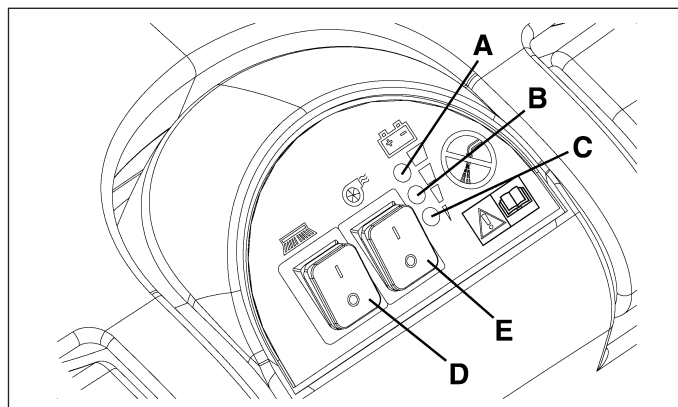

Figure 17
*En cas de surcharge des moteurs des brosses / plateaux support disque, dû à corps étrangers qui empêchent leur mouvement, ou à sols difficiles / brosses dures, un système de sécurité arrête les brosses / plateaux support disque après un minute environ de surcharge continue. La condition de surcharge est indiquée par le clignotement simultané des trois témoins lumineux (A, B, C, Fig. 17). Si la surcharge persiste, les brosses / plateaux support disque s'arrêtent.*
4. Tant que le témoin lumineux vert (A, Fig. 17) reste allumé, les batteries permettent le fonctionnement normal de la machine.
1. Positionner les interrupteurs de rotation brosse et d'aspiration (D et E, Fig. 17) sur "0".